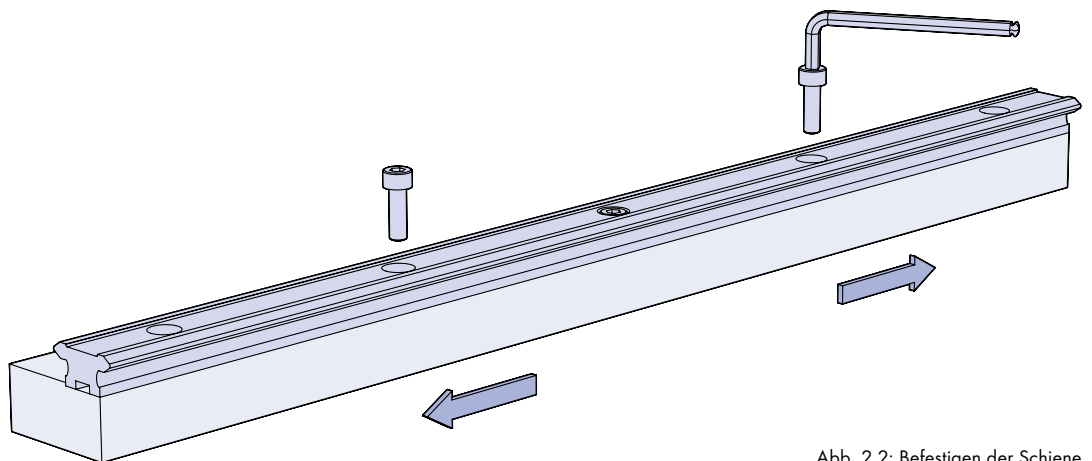

Abb. 2.2: Befestigen der Schiene
2.2. Nach dem Bohren der Löcher können die Führungsschienen auf der Montagefläche befestigt werden. Beginnen Sie in der Mitte des Schienenstücks und arbeiten Sie nach außen zu den Enden. So wird gewährleistet, dass die Schiene gleichmäßig über die ganze Länge befestigt wird. (siehe auch Abb. 2.2.).